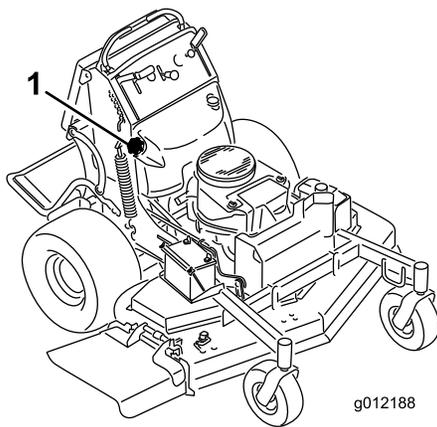

Bild 50
6. Saugen Sie mit der Saugpumpe den Kraftstoff in einem sauberen Benzinbehälter (Bild 50).